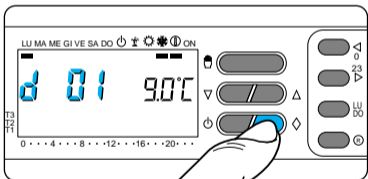

Fig. 59
10.5 - Pulse dos veces el botón  (fig. 59).